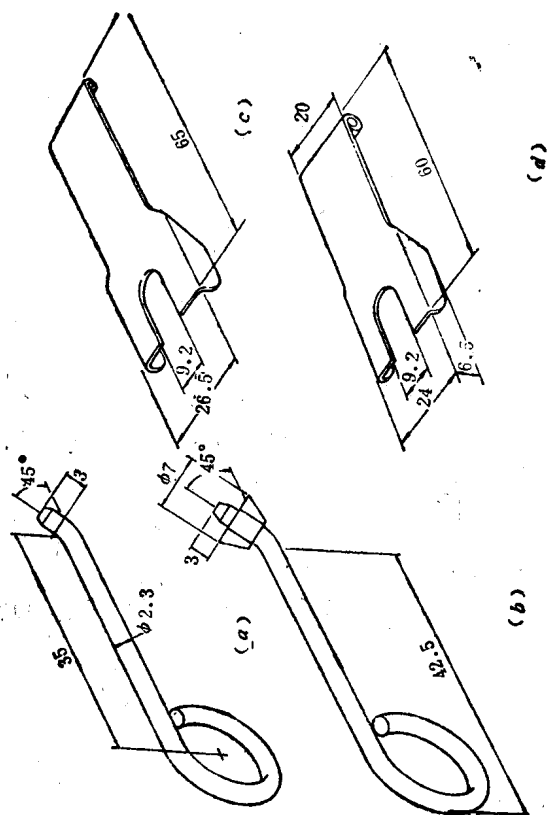

图 5 挺杆支承器
③将挺杆支承器插进挺杆销孔内(如有正时调整螺丝时,可用卡扳操作),断开凸轮表面与挺杆滚轮的接触(可用钢丝和钢片自制挺杆支承器,见图5)。
④松开调速器壳盖的紧固螺栓,再分解与控制杆连接的部位,取下启动弹簧及调速器后壳盖。
⑤用拔出器拧入飞块支持架的螺孔内,拔出调速器飞块总成。
⑥凸轮轴的拆卸方法